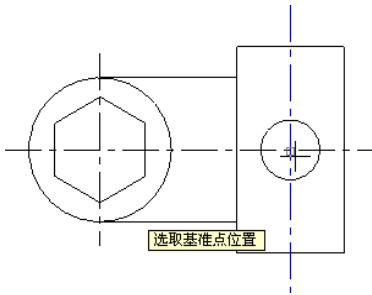

图 3-142 选取椭圆基准点
- 03 根据系统提示，移动光标捕捉如图 3-142 所示的中心线交点作为绘制椭圆的基准点。